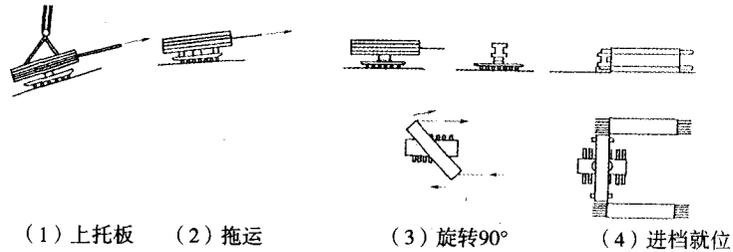

图23 风撑安装就位图
(6) 风撑采用转盘托板，同样纵向拖运，接近安装部位前回转90°。再松放就位，利用转盘上的砂袋放砂卸落构件，撤去托板滚轮，安装就位，见图23。